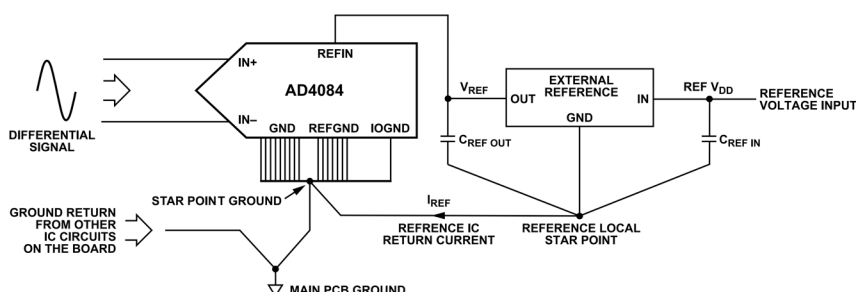

図 109. AD4084 外部リファレンス・グラウンド接続
- ▶ 図 109 に、グラウンド (GND)、リファレンス・グラウンド (REFGND)、およびデジタル・グラウンド (IOGND) の推奨される接続を示します。リファレンス IC の電流帰還経路を、PCB 上の他の回路からの電流帰還ループと同じ電流ループ内に保持しないことを推奨します。図 109 に示すように、リファレンスのローカル・スター・ポイントを PCB の最上層の ADC スター・ポイント・グラウンドに接続します。